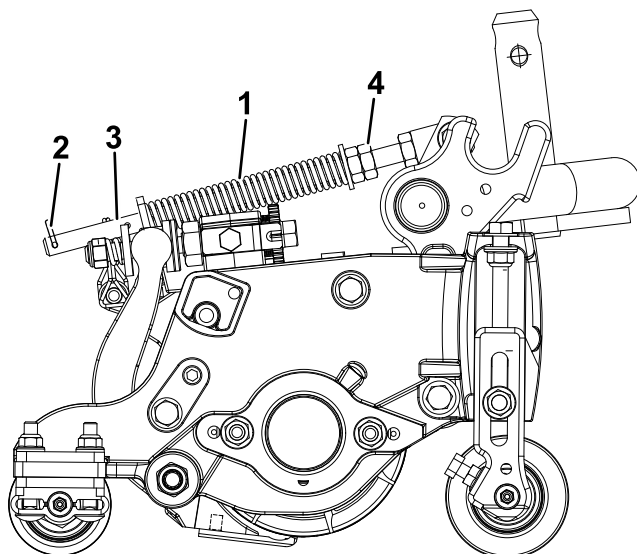

图 14
草坪补偿弹簧图 14 可将重量从前滚筒转移至后滚筒。这有助于减少草坪的波动图形也称为波浪形或摆动形。
6. 确保发卡销安装在弹簧杆的后孔内 图 14。
7. 拧紧弹簧杆前端的六角螺母直至 12.7cm 滚刀组压缩后的弹簧图 14 长度为 12.7cm 以及 17.8cm 滚刀组压缩后的弹簧长度为 15.8cm。